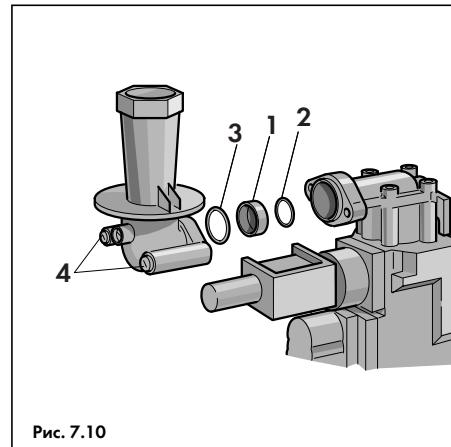

Рис. 7.10
- Отвернуть 2 винта (4, рис. 7.10) крепления трубы коллектора к газовой арматуре и снять трубку вместе с уголком;
- При перенастройке **со сжиженного на природный** газ удалить находившиеся сразу после выхода из газовой арматуры предварительное сопло и кольцевое уплотнение (1 и 2, рис. 7.10). Данные части больше не использовать.
- При перенастройке **с природного на сжиженный** газ установить сразу после выхода из газовой арматуры предварительное сопло и кольцевое уплотнение (1 и 2, рис. 7.10) из соответствующего комплекта для перенастройки;
- Установить трубку коллектора на газовую арматуру, крепко закрутив 2 винта (4, рис. 7.10). При этом необходимо проследить за правильным положением кольцевого уплотнения, его перекос может привести к неплотности соединения; Закрепить трубку на турбо-камере тремя винтами (2, рис. 7.9);